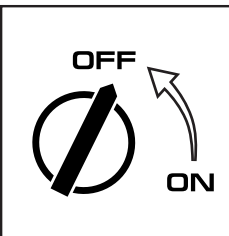

Рис. 23
2. Переведите поворотный выключатель двигателя в положение «**OFF**» (Рис. 23)